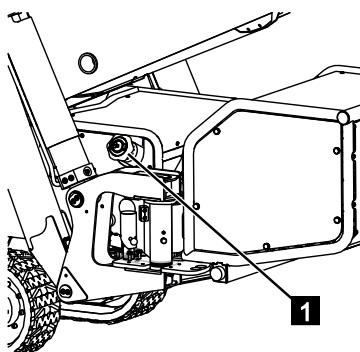

Abb. 166
4. Tankdeckel (Abb.166/1) aufschließen, gegen den Uhrzeigersinn lösen und sauber aufbewahren.